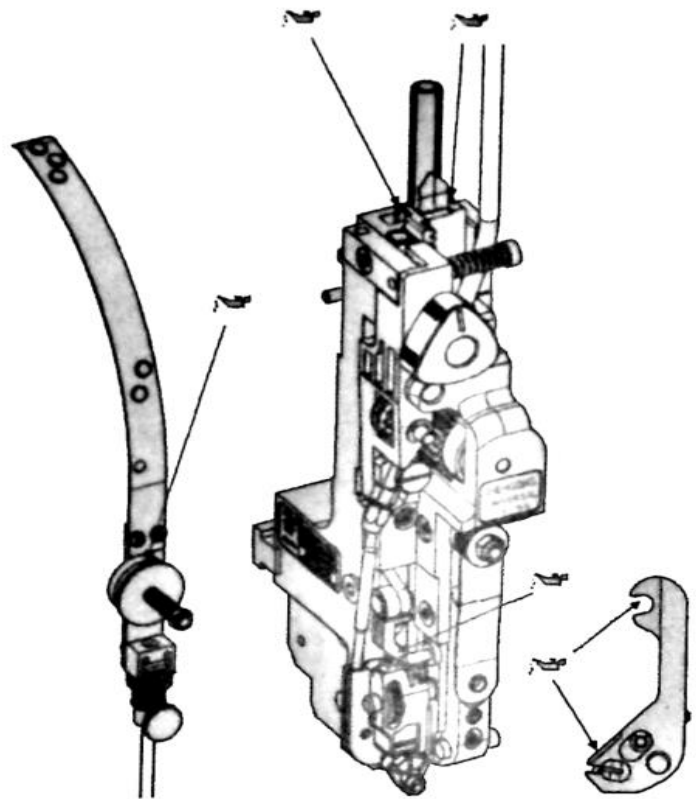

Рис. 12
- установить дополнительный зажим L-1. При установке зажима L-1 затяните шестигранную самоподтягивающую гайку (2). Не имеет значения, затянешь ли ты его немного, ты все равно сможешь повернуть пружину лезвия.
- Смазка (Рис. 12)